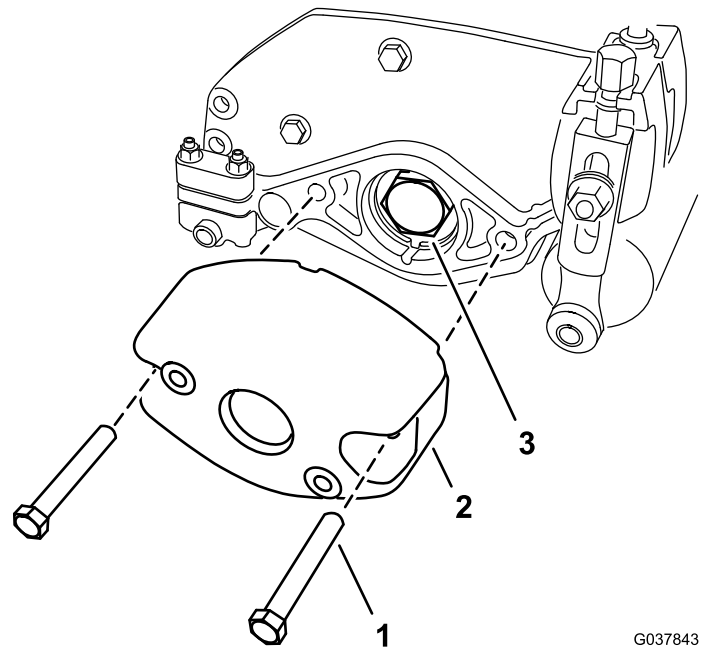

Рисунок 4
6. Выверните 2 болта (5/16 x 2¼ дюйма) из 2 гаек (невыпадающих, удерживаемых боковой пластиной), которые крепят противовес к боковой пластине режущего блока. Снимите противовес (Рисунок 4).
8. Снимите с вала барабана гайку подшипника (Рисунок 4).